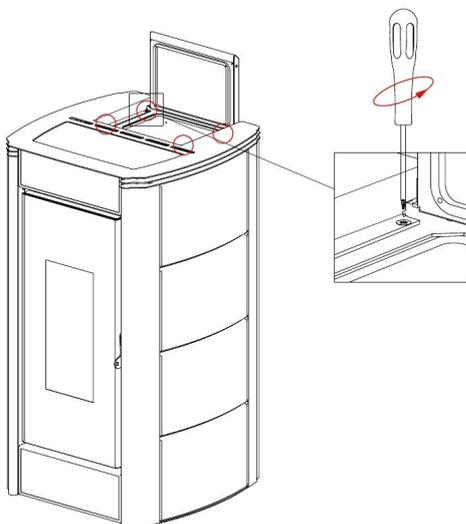

Fig. 26 - Entfernen der Schrauben
- Abdeckung entfernen: Die 4 oberen Schrauben herausschrauben (siehe **Fig. 26 auf S. 20**).